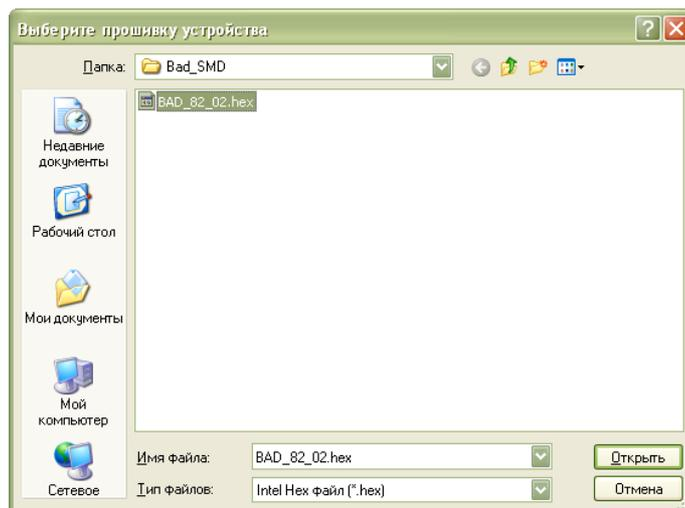

Рисунок 19 - Выбор «прошивки»
5) Затем в открывшемся окне выбрать файл программы, которую требуется записать в БАД-8 (рисунок 19).